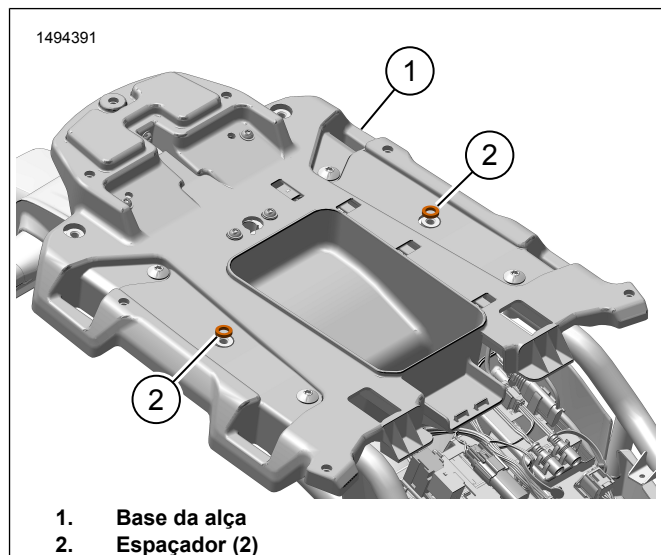

Figura 7. Espaçadores
- 6. Veja a figura 7. Instale os espaçadores (2) na base da alça (1).